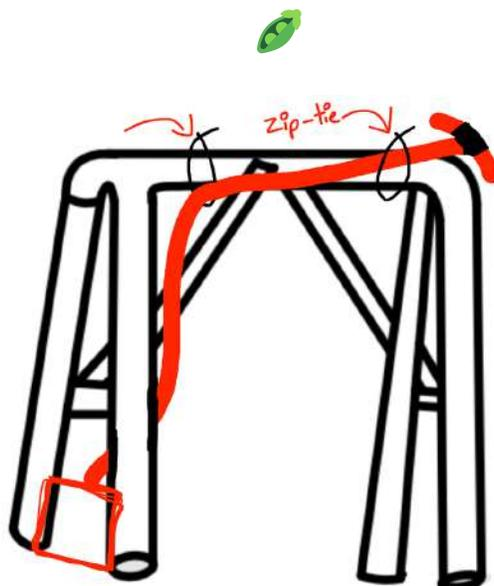

Figura 22: Bosquejo del tubo de $\frac{1}{2}$ " de suministro de agua que cruza el marco hidropónico. La imagen no está a escala.
- Utilice bridas para sujetar el tubo de $\frac{1}{2}$ " de 122 pulgadas de largo al marco, subiendo desde el tanque/bomba, a través del PVC de $1\frac{1}{2}$ " de 5 pies de largo (consulte Figura 22).